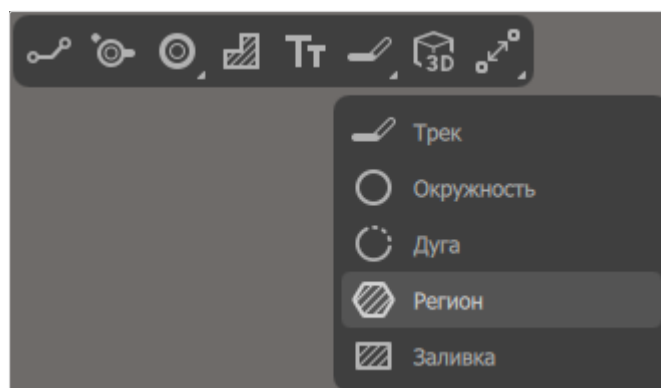

Рисунок 152. Инструмент «Регион» на панели инструментов
- Щелкнуть правой кнопкой мыши по значку  на панели инструментов редактора плат и в раскрывшемся списке выбрать инструмент «Регион» (см. рисунок 152).